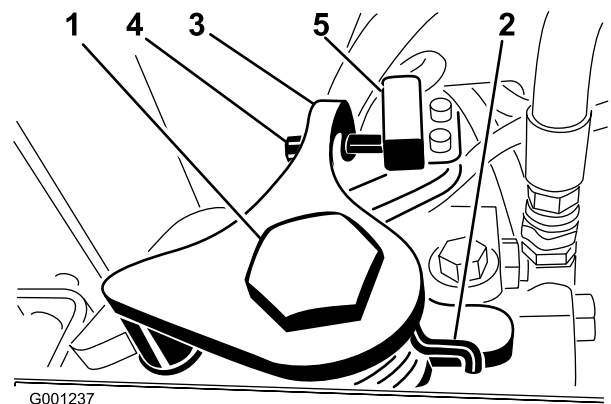

Figure 57
3. Desserrez la vis de retenue de l'autre côté de la came de réglage de transmission (Figure 57).
9. Réglez la vis sur le bras de retour au point mort (Figure 57) jusqu'à ce que la vis et le contacteur soient espacés de 2,3 à 3 mm.